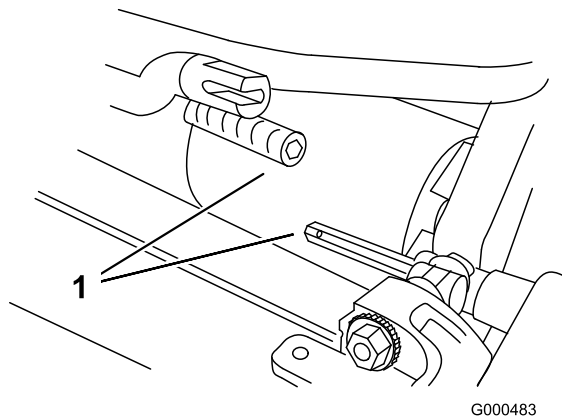

Figure 15
6. Tirez le plateau de coupe en avant d'environ 51 mm, puis vers la droite pour dégager l'accouplement de la transmission (Figure 15).